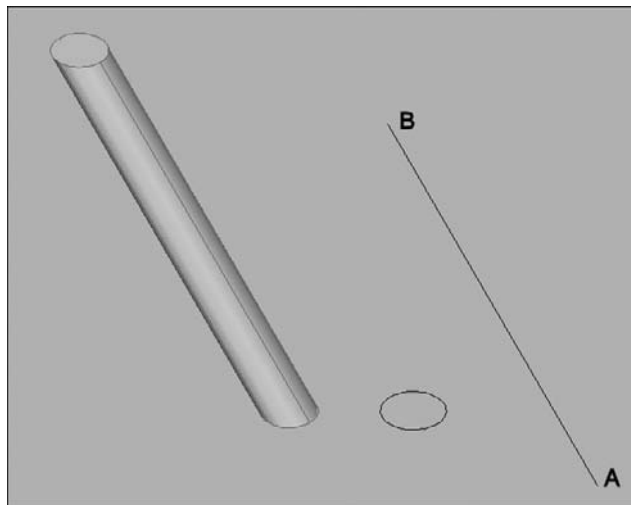

Fig.18.6
- 5 Spécifiez deux points pour définir la longueur et la direction : A et B (fig.18.6).